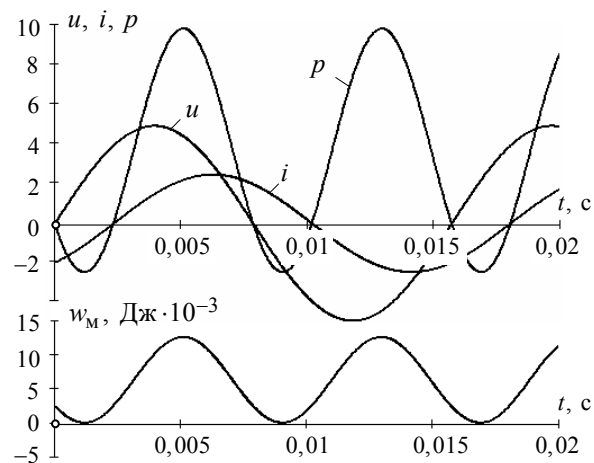

Рис. 8.2
4. Кривые зависимостей мгновенных значений u , i , p и w_M в функции от времени приведены на рис. 8.2.